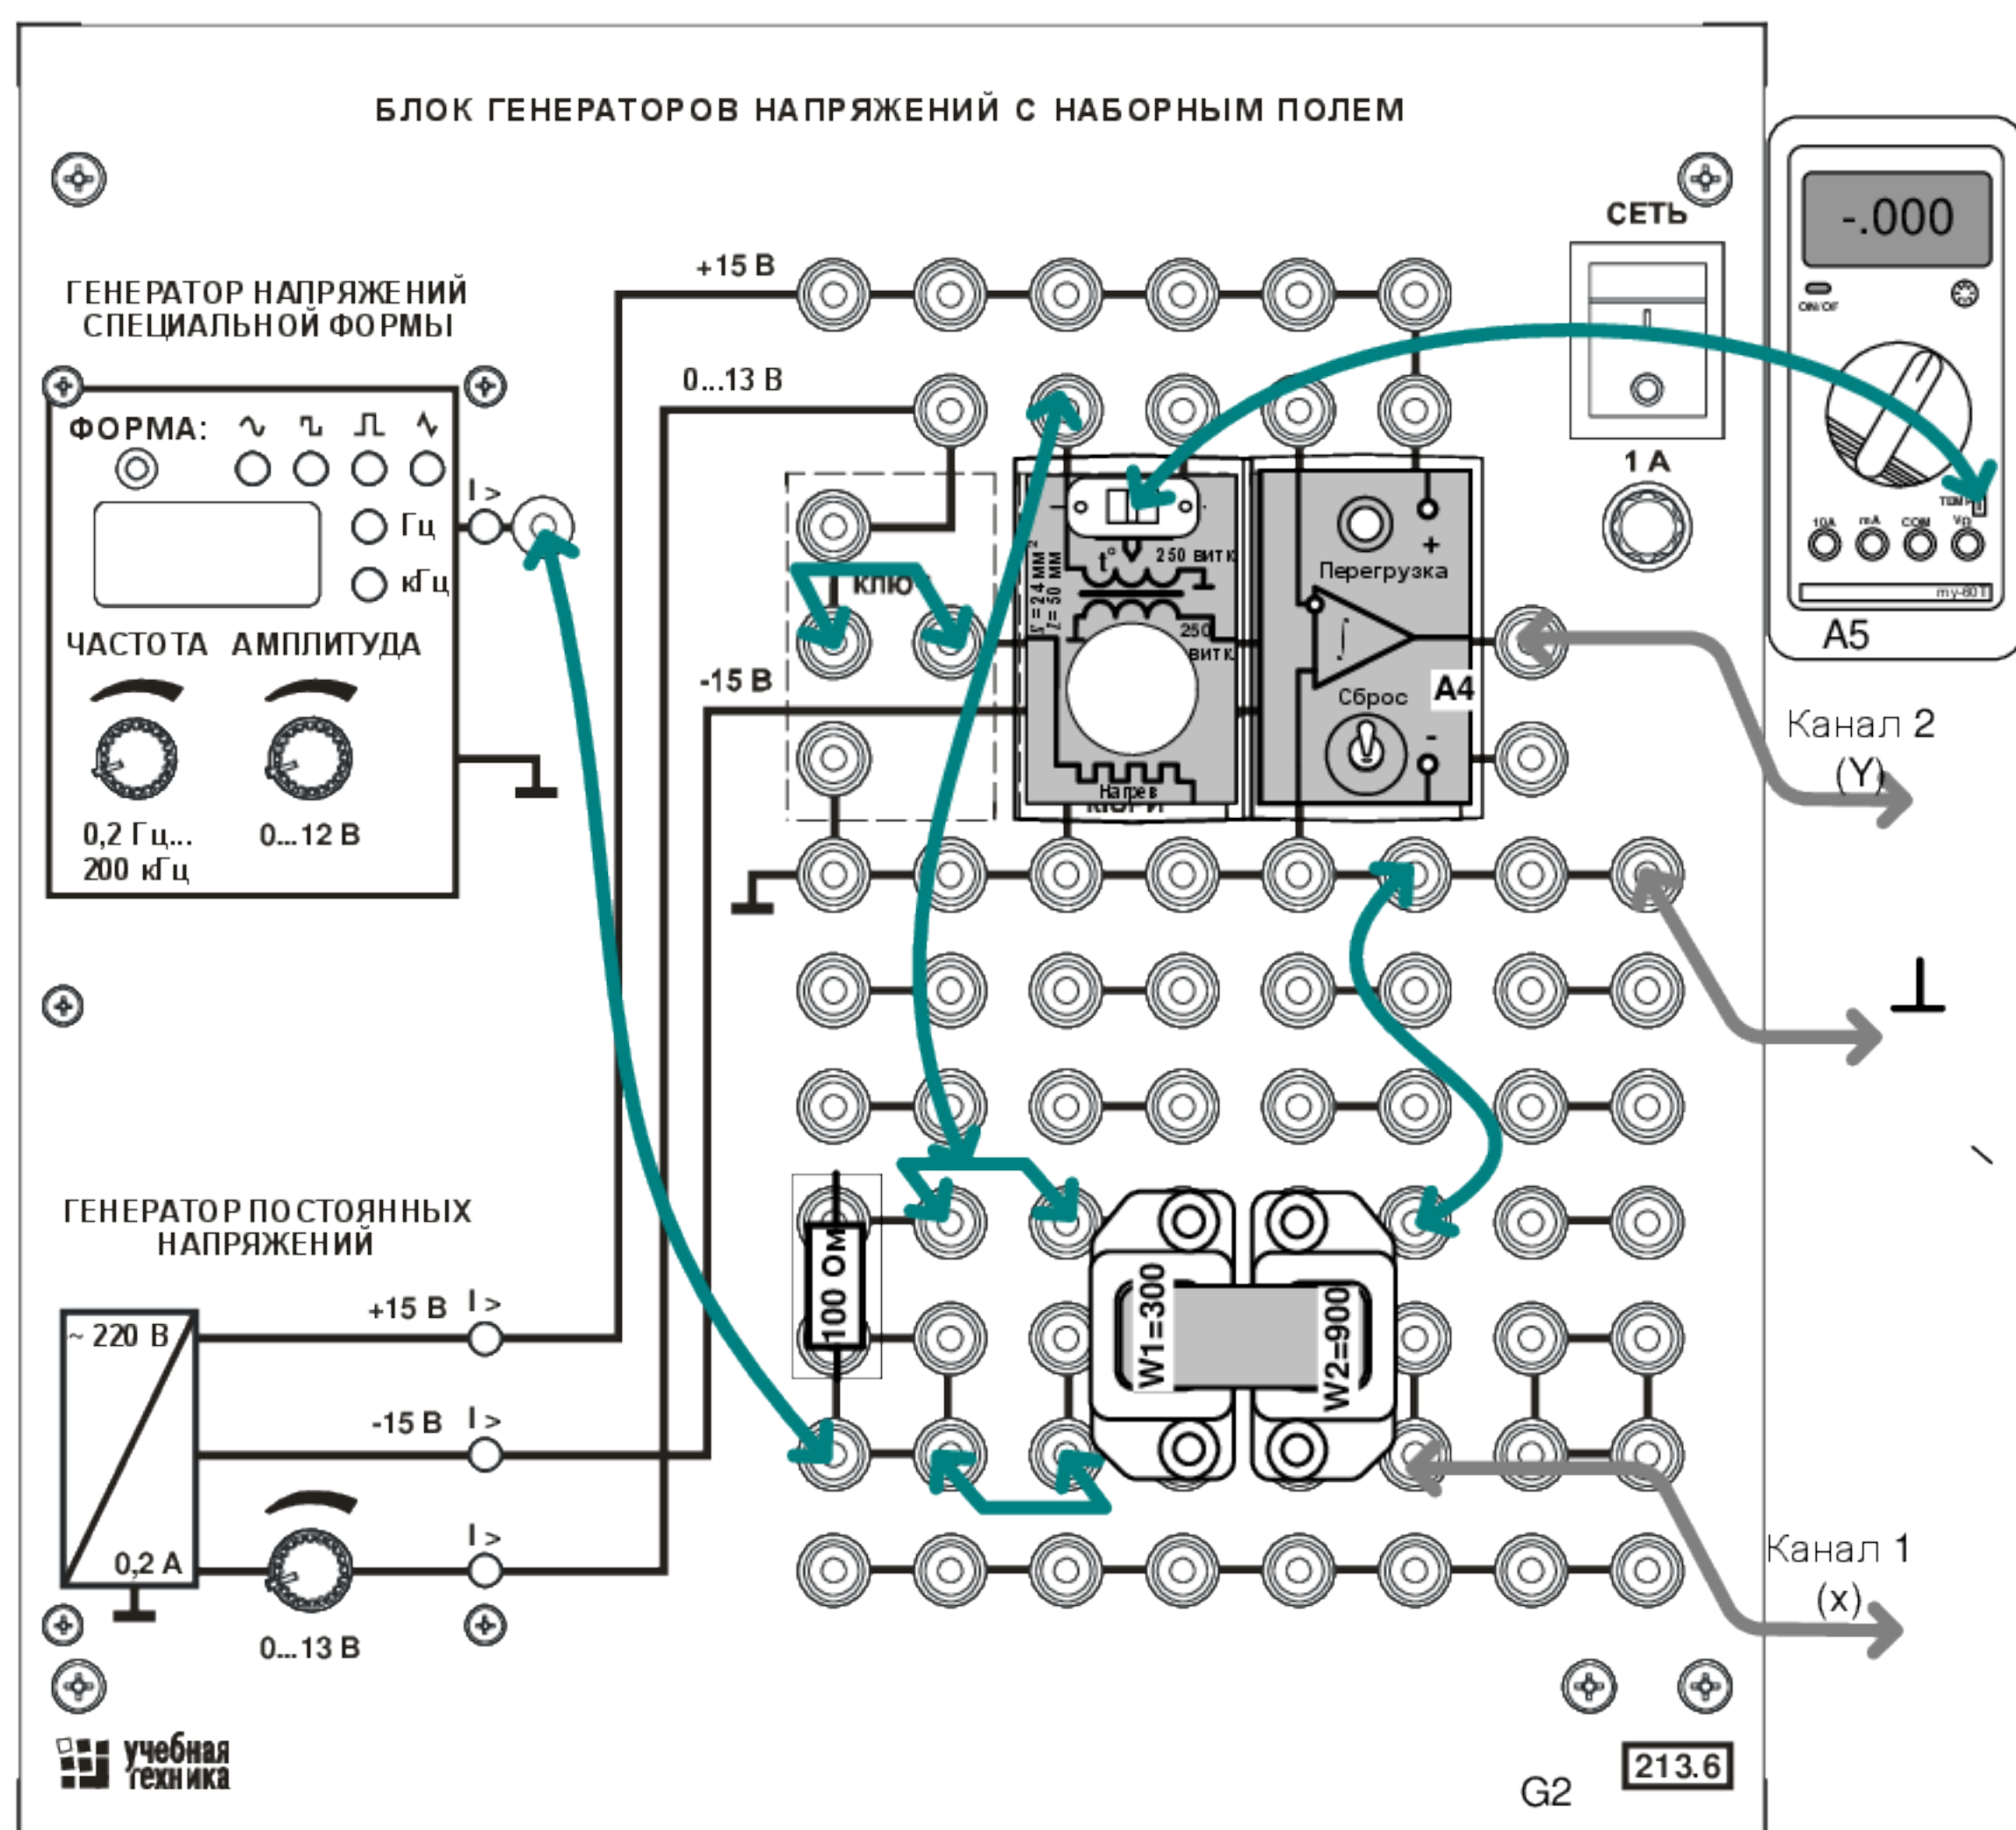

Рисунок 6.2 – Монтажная схема для снятия петли гистерезиса и определения точки Кюри
Цепь собирается на наборном поле блока генераторов напряжений как показано на монтажной схеме (рис. 6.2). Причём, миниблоки «Интегратор» и «Точка Кюри» устанавливаются в наборную панель точно на отведённое для них место. Тогда к интегратору автоматически подводятся напряжения питания «+» и «–» 15 В, а к нагревателю миниблока «Точка Кюри» подаётся напряжение – 15В. Кроме того, вторичная катушка трансформатора, встроенного в миниблок соединяется с входом интегратора. Это существенно уменьшает количество внешних соединений.
- Соедините аппаратуру в соответствии со схемой электрической соединений (рис. 6.2). *При подключении осциллографа аттенюаторы пробников-делителей установите в положение '1. Для подключения пробников-делителей к цепи используйте подпружиненные щипцы из комплекта аксессуаров.*
- Включите устройство защитного отключения и автоматический выключатель в однофазном источнике питания G1 (218).